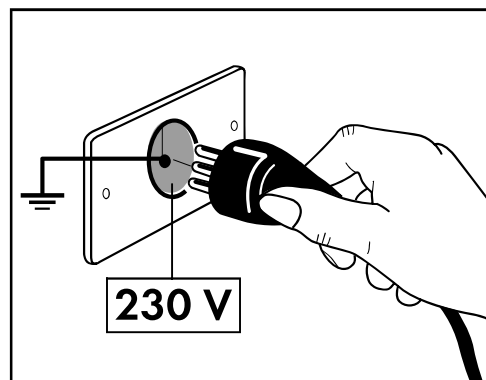

Fig. 1
- Assicurarsi che l'impianto elettrico di rete (230V- 50 Hz) sia munito di messa a terra e di protezione salvavita, secondo quanto prescritto dalle normative esistenti in materia **(Fig. 1)**